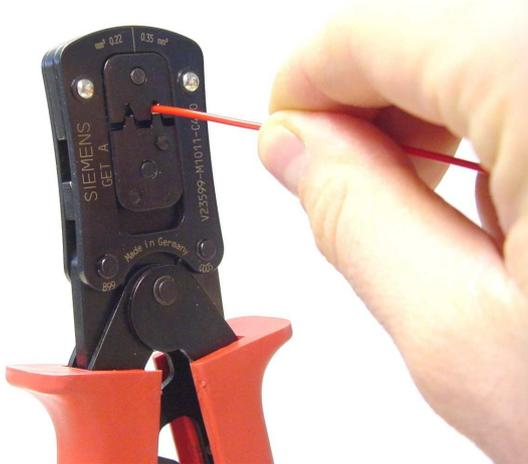

Abbildung 8
1. Der Handgriff der Zange wird zuerst nur leicht geschlossen bis der Kontakt in der Einlaufschräge des Crimpprofiles gehalten wird. Danach wird der Leiter bis zum Isolationsstopblech eingeschoben (siehe Abbildung 8).